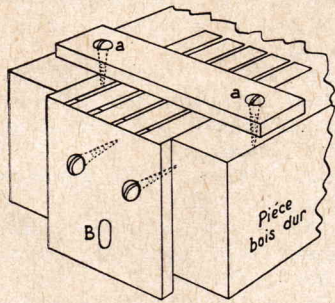
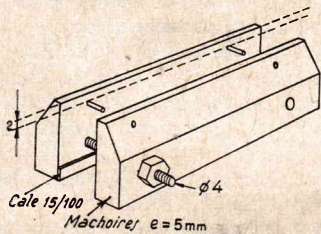

Fig. 9. — Soudure des lames sur B.
Fig. 10. — Presse à lames.
**Les lames :** Se procureur du clinquant d'acier de 8 à 10/100. Ne pas exagérer la minceur, les lames devenant trop frêles. Découper aux ciseaux (pendant une absence de madame) une bande de 2,2 mm de large et de longueur suffisante. Puis amener à la lime douce cette bande (par éléments de 5 cm) à 2 mm de large. Cette opération sera rendue facile, par l'utilisation d'une petite presse réalisée suivant la figure 10. Préparer ainsi le nombre de lames nécessaires en prévoyant largement leur longueur (25 mm). Les lames sont fixées sur la pièce B par soudure à l'étain. Préparer le montage de la Fig. 9. Disposer soigneusement les lames, les bloquer grâce à a. Placer la pièce B et la serrer. Le tout étant immobilisé, il reste à souder. Il faudra utiliser un **minimum** de soudure (pièce B préalablement étamée, fer très chaud). Il ne faut surtout pas de coulées de soudure entre les lames et dans l'angle lames. Pièce B : Gratter au besoin. Un décapant peut faciliter le travail, mais il faudra nettoyer énergiquement. Le travail terminé, la soudure doit être quasi invisible.